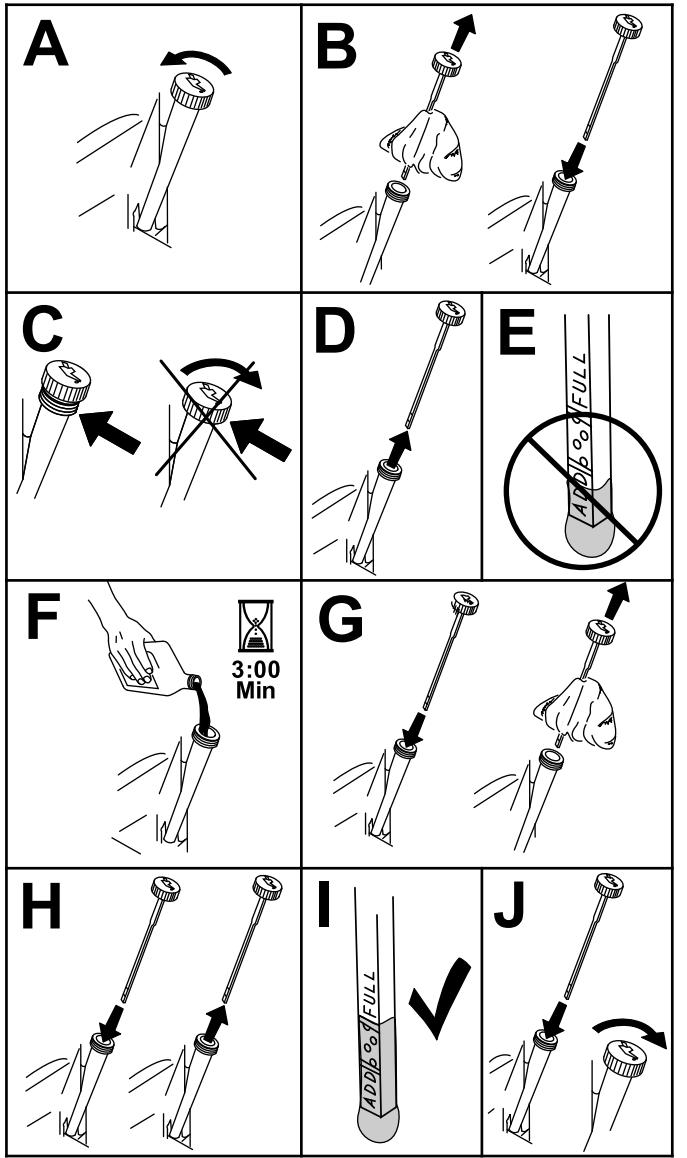

Figura 40
3. Verifique o nível de óleo do motor, conforme se mostra na (Figura 40).